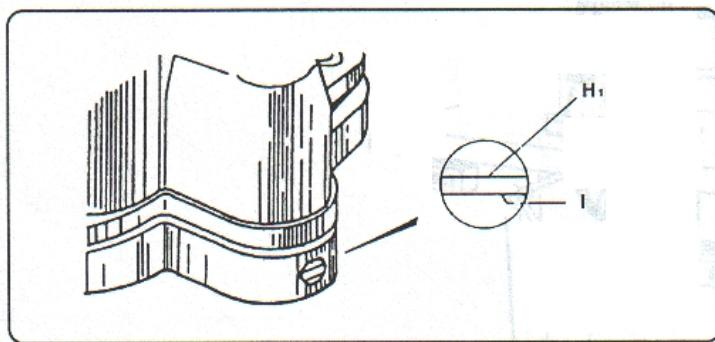

Рисунок 3-1
(1) Внутренняя часть основного устройства машины смазывается автоматически с помощью масляного насоса; перед упаковкой из основного устройства масло было выкачано. Соответственно, перед началом эксплуатации, необходимо наполнить основное устройство чистым маслом для швейных машин. Уровень масла должен быть между двумя красными линиями Н1 и Н2. См. рисунок 3-1.
(2) Смазывание при помощи маслёнки